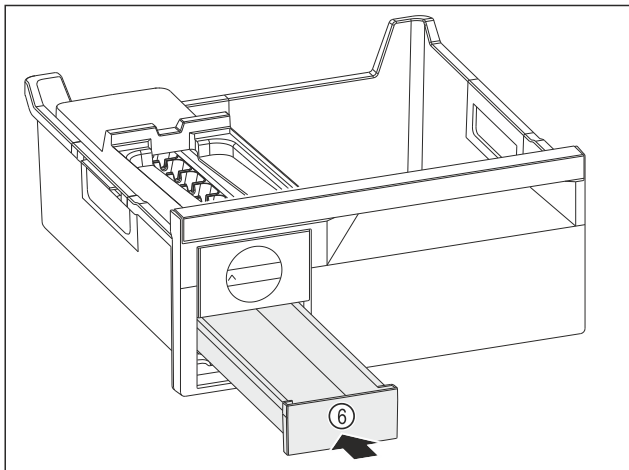

Fig. 177
- ▶ Skjut in iskublådan *Fig. 177 (6)*.